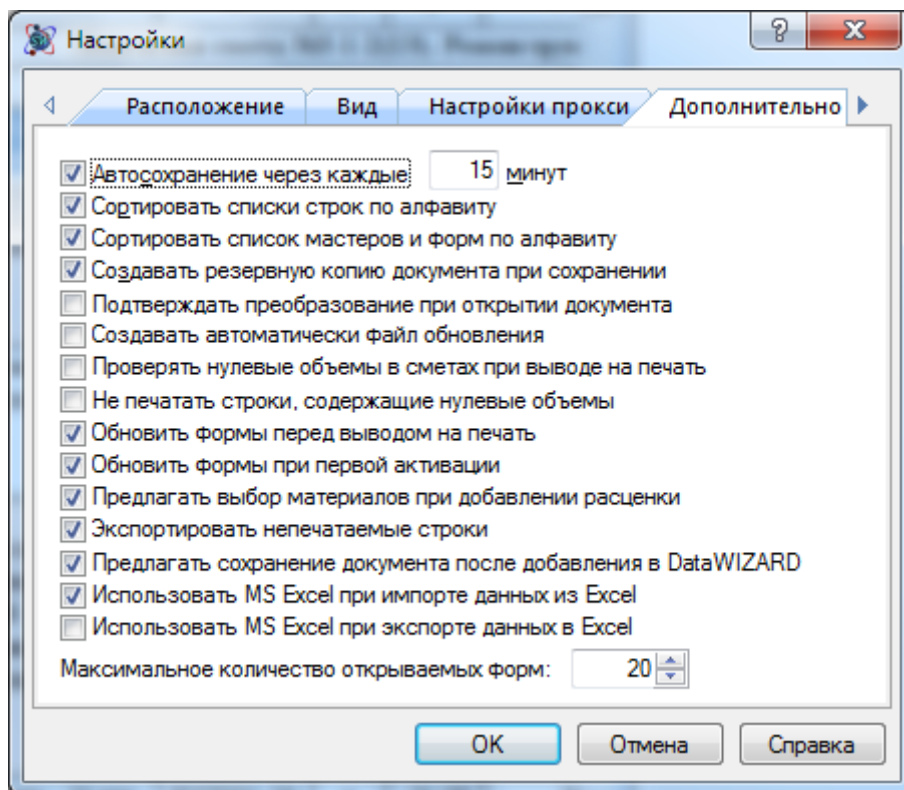

Рис. 6.14 Диалоговое окно Настройки, вкладка Дополнительно
2. В открывшемся диалоговом окне *Настройки* перейти на вкладку **Дополнительно** (рис. 6.14).